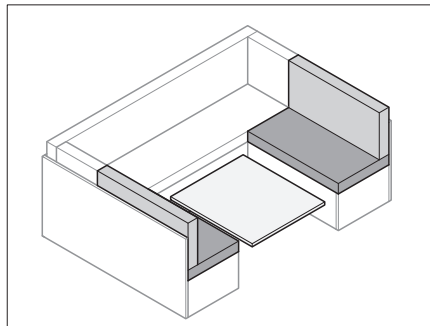

Bild 70 Bygga om bordet
- Bygg om bordet (Bild 70) till sängbotten (se avsnitt 7.7).